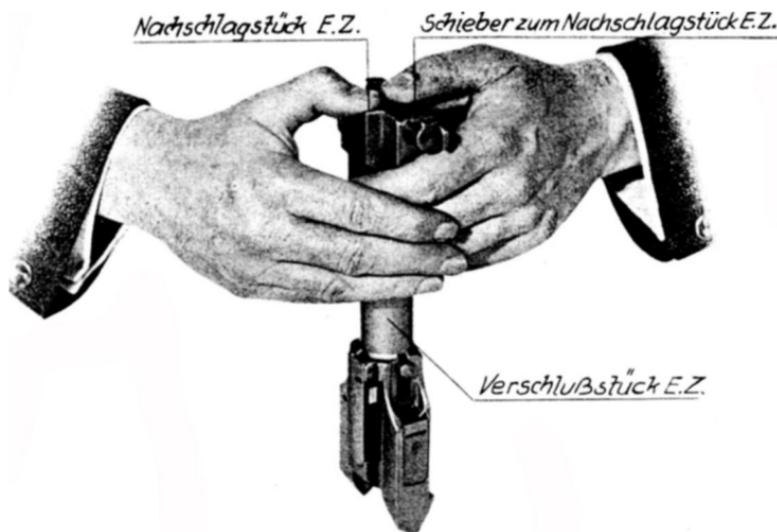

Abb. 85: Herausdrücken des Schiebers EZ zum Verschlussstück
b) Zerlegen des Verschlussstückes EZ (Abb. 85—87)